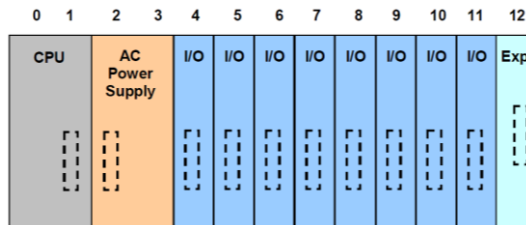

Figura 2.16 CPU en slot 1[1]
En la figura 2.16 se muestra el CPU instalado en el slot1 con la fuente de poder (DC) instalada en el slot 0.